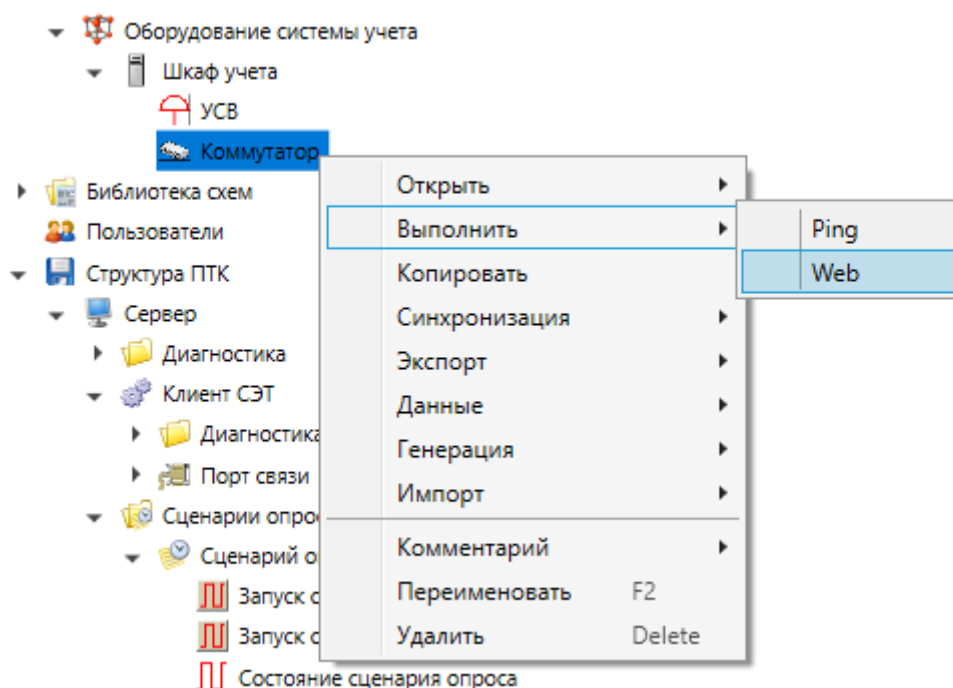

Рисунок 89 – Группа команда «Выполнить» для узла «Объект»
- http-запрос – отправка http-запроса на web-сервер (рисунок 89);